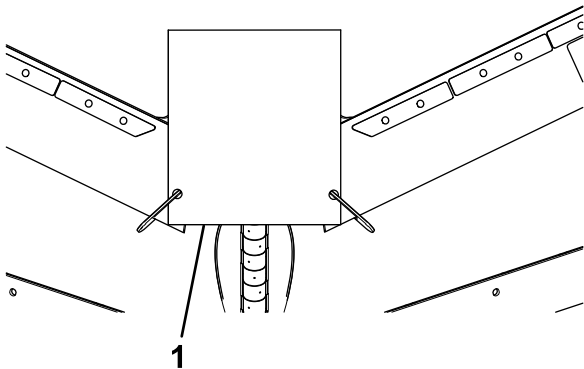

Bild 6
6. Klemmen Sie die mittlere Lamelle fest (Bild 6), nachdem Sie diese wie folgt ausgerichtet haben: